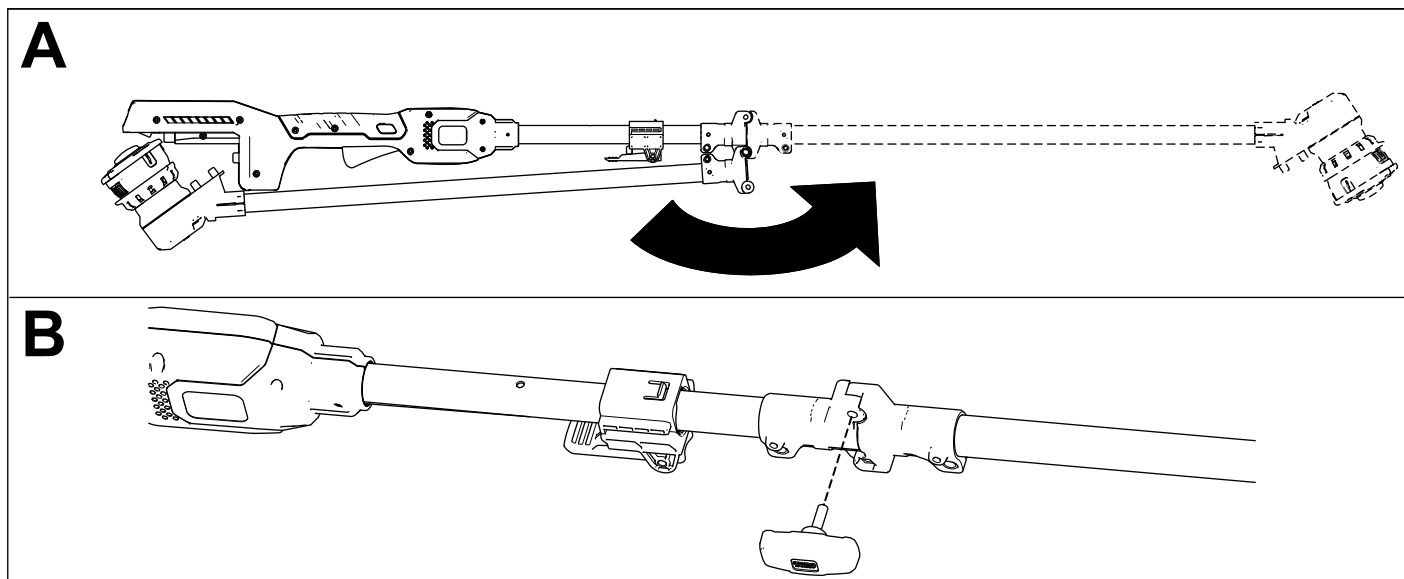

Figure 2
1. Dépliez le manche (encadré A de la Figure 2).
2. Montez le bouton de l'accouplement pour fixer le manche (encadré B de la Figure 2).